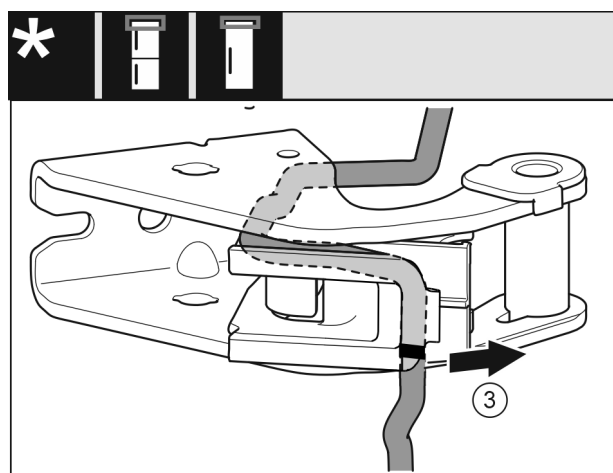

Fig. 28
- ▶ Odmontujte kabel s držákem kabelu Fig. 28 (3) ze stojanu ložiska.